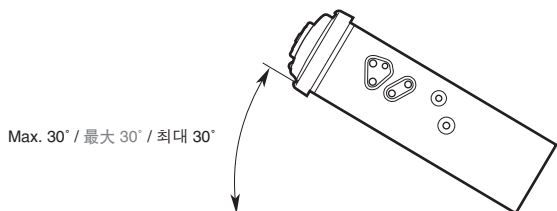

Figure 2 / 图 2 / 그림 2
- Install the unit within 30° of the horizontal plane. (Figure 2)
- 安装时, 请使本装置与水平面的角度在30°以内。(图2)